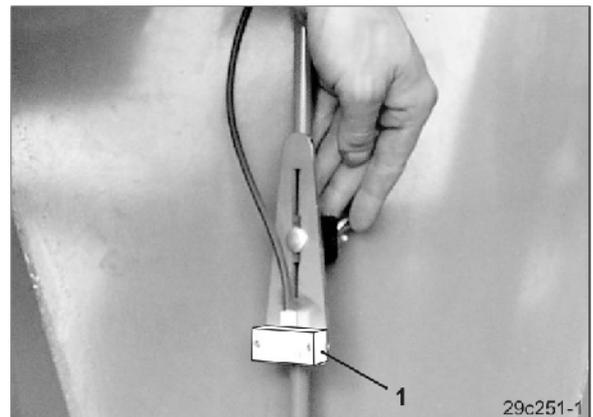

Fig. 80
- Tamiz plegable en el depósito de semillas con bloqueo de tamiz (Fig. 80/1).
Se puede ajustar la altura de la posición del sensor nivel de llenado (Fig. 80/1) dentro del depósito de semillas. De esta forma se puede ajustar la cantidad residual de semillas para que suele la señal de alarma.